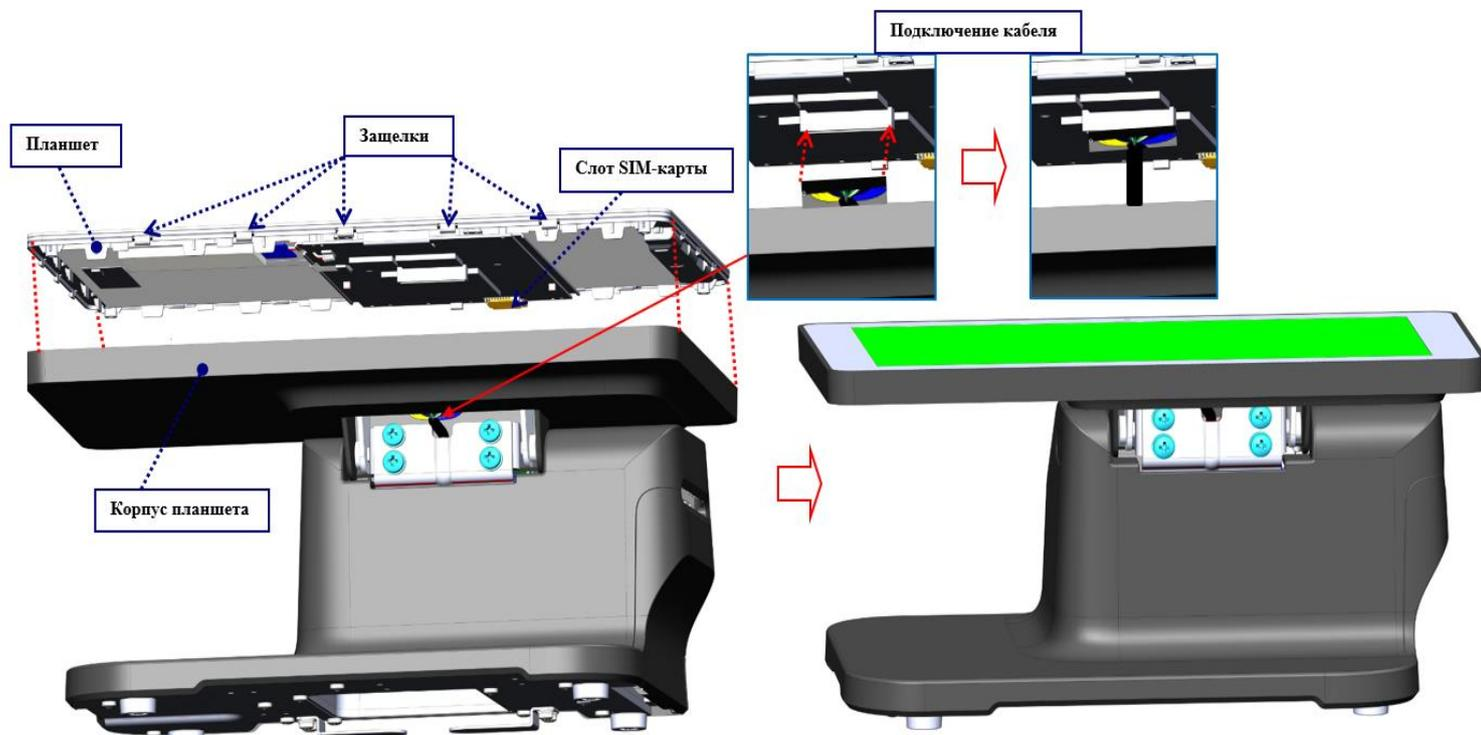

Рисунок 5.1 Установка планшета в корпус
5.1 Аккуратно подключите кабель к разъему основной платы планшета, как показано на рис. 5.1. Далее установите планшет в корпус на защелки до характерного щелчка, при этом вытянутую часть кабеля проденьте вниз через углубление фрикционной петли. **Важно убедиться, что кабель не перегнулся под планшетом и при повороте корпуса планшета не зажимается между корпусом и фрикционной петлей. Все защелки планшета должны быть закрыты, планшет по контуру не должен выступать над корпусом.**